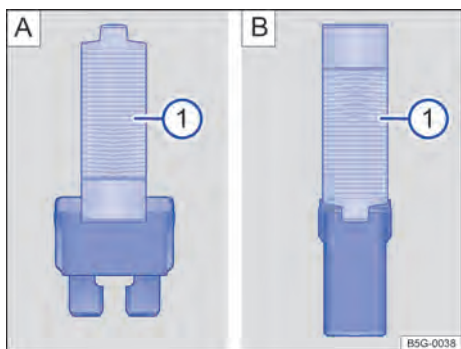

Fig. 190 Retirar ou colocar o fusível com a pinça de plástico: **A**: fusível plano, **B**: fusível de bloqueio.
- Se necessário, retirar a pinça de plástico → Fig. 190 **1** da cobertura da caixa de fusíveis.
- De acordo com a versão do fusível, colocar as garras adequadas do alicate plástico → Fig. 190 **A** **1** ou → Fig. 190 **B** **1** lateralmente no fusível.